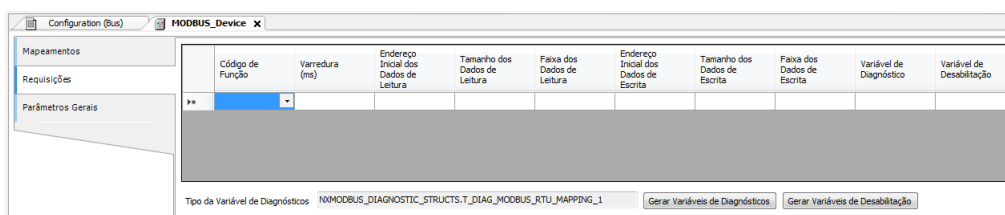

Figura 69: Tela de Requisições de dados MODBUS Mestre
- Adicionar e configurar as requisições MODBUS como apresentado na Figura 69, especificando a função, o tempo de varredura da requisição, o endereço inicial (leitura/escrita), o tamanho dos dados (Leitura/Escrita) e gerar as variáveis de diagnóstico e desabilitação das requisições através dos botões na parte inferior da janela.